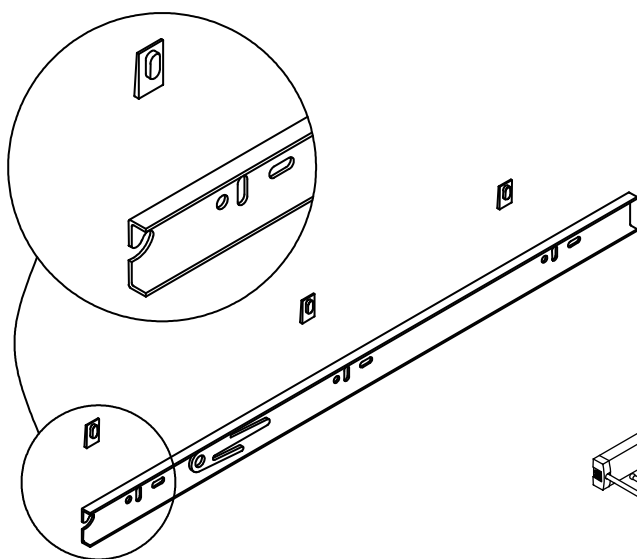

Рис. 20
8. Поместить клиновые подкладки в вертикальных овальных отверстиях самом узком месте направляющей согласно Рис. 20,